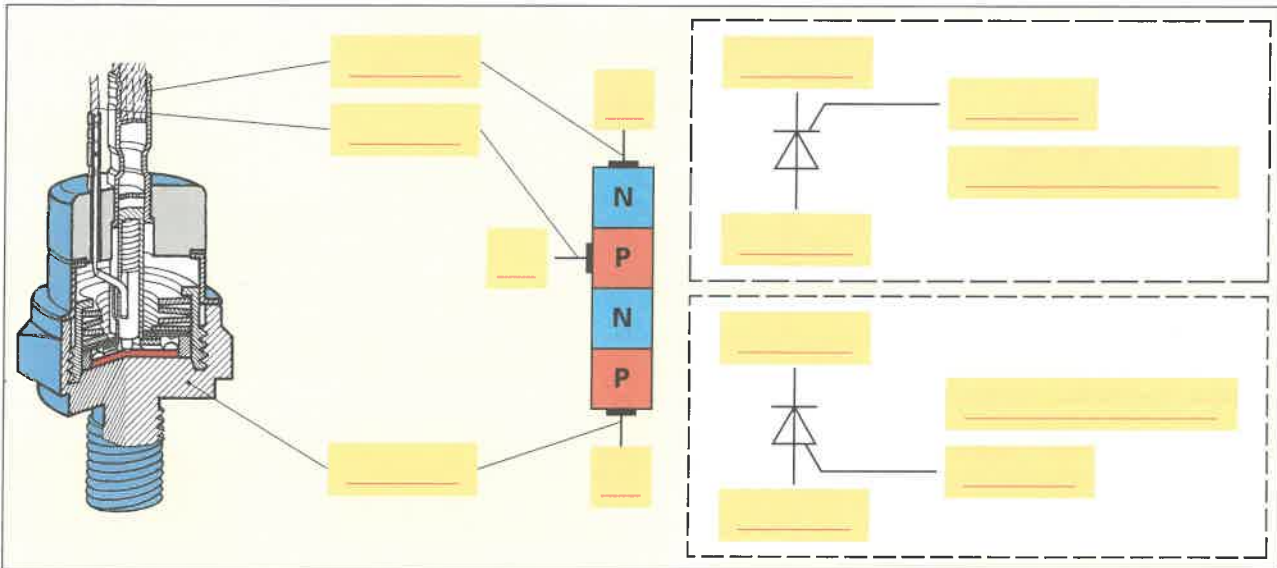

Bild 2: Thyristor mit Halbleiterschichten und Schaltzeichen
1. a) Geben Sie in Bild 2 die Anschlüsse am Thyristor, an den Halbleiterschichten und an den Schaltzeichen an.